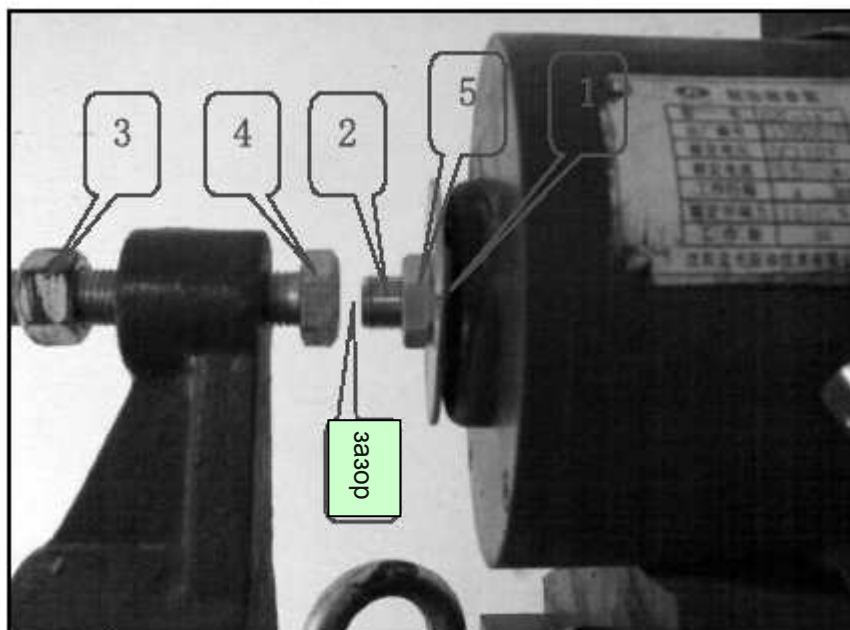

Рис. 1
- ii. Открутить **Болты 3 и 4**, как показано на Рис. 1 ниже